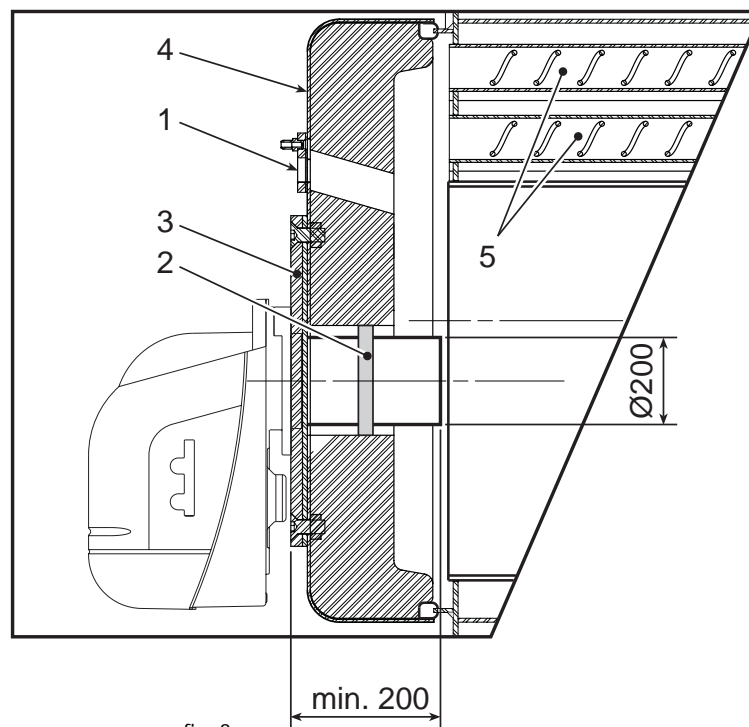

fig. 3
2.2 Conexión del quemador (fig. 3)